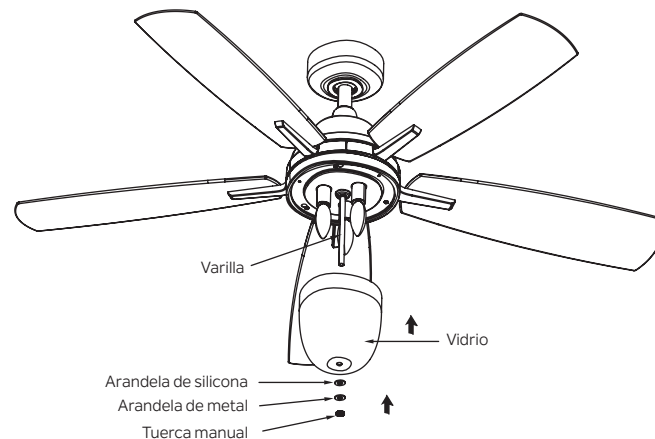

Figura 23
Paso 4. Sostenga el vidrio a través de la varilla, fíjelo con una arandela de silicona, una arandela de metal y una tuerca manual. (Figura 23)